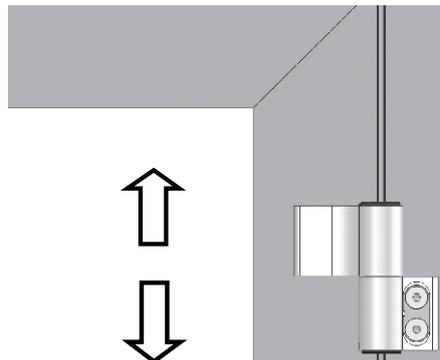

Рис. 39
18.3 Отрегулировать положение полотна двери по вертикали (Рис. 39).